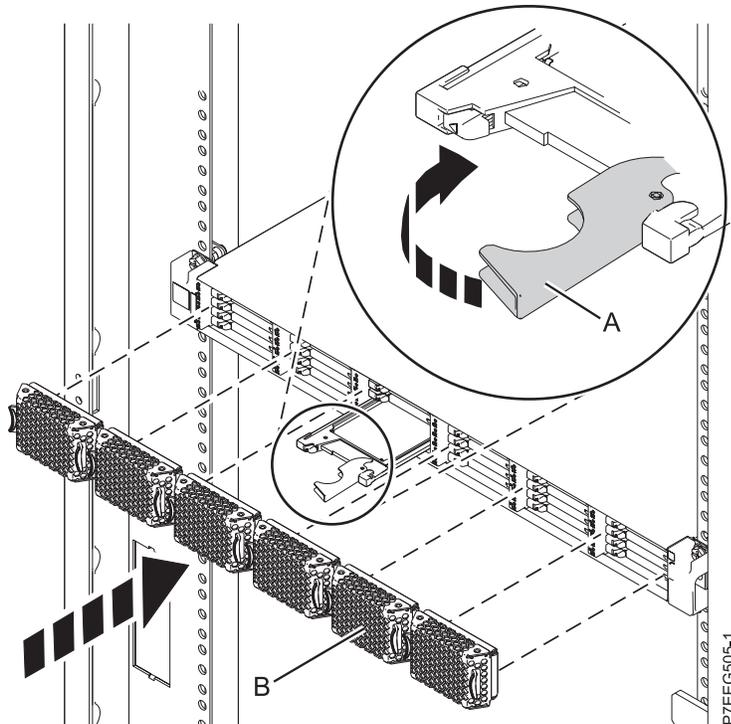

Figura 8. Instalación de una unidad de estado sólido en Alojamiento de almacenamiento 5888 PCIe
1. Con el asa en la posición de desbloqueo, alinee la unidad de estado sólido con los rieles de guía del alojamiento. Consulte Figura 8 en la página 19.
5. Gire el asa (A) hasta la posición de bloqueo.
6. Instale la placa frontal (B).